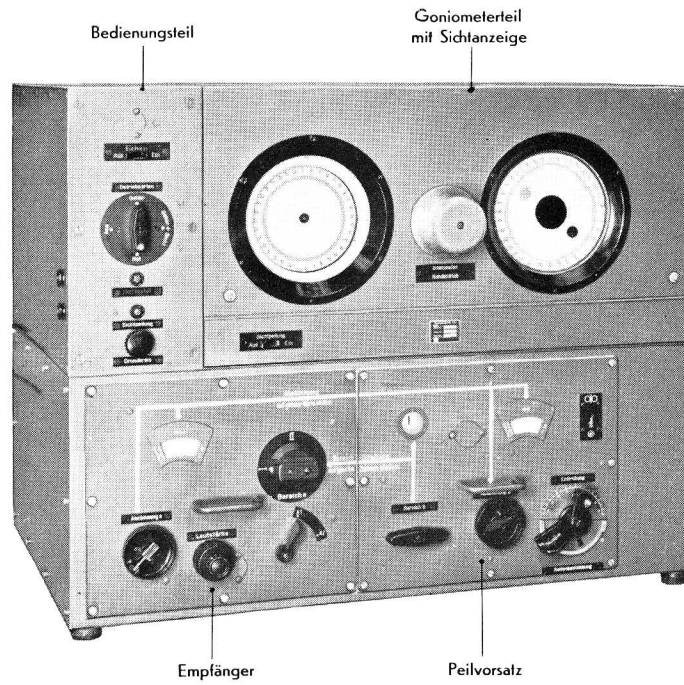

Abb. 5: Peilgerät (vgl. Zip. 110)
(vgl. Abb. 5 u. 7 u. Ziff. 110)
27. Der Peilvorsatz ist aus Leichtmetallguß gefertigt. Nach Lösen der vier rot umrandeten Schrauben auf der Frontplatte kann das Gerät bequem aus dem Gestell herausgezogen werden, was zum Wechseln der Röhren und der Skalenlampen erforderlich ist. Die elektrische Verbindung geschieht über Messerkontaktleisten im Gerät und Buchsenleisten im Gestell. Auf der Frontplatte sind folgende Bedienungsgriffe und Anzeigevorrichtungen angebracht (vgl. Abb. 5 u. Ziff. 110) :
Auf der Frontplatte (vgl. Abb. 5 u. Ziff. 110) sind folgende Bedienungs- und Anzeigevorrichtungen angebracht:
31. Der Bedienungsteil ist aus Winkelleisen aufgebaut und mit Leichtmetallplatten abgedeckt. Er nimmt die zu den Hauptschaltvorgängen notwendigen Aggregate auf, wie den Betriebsartenschalter, den Eichschalter, Relais und Signallampen und Umspanner für die Eichspannung. Auf der Frontplatte sind folgende Bedienungsgriffe und Signaleinrichtungen angebracht (vgl. Abb. 5):